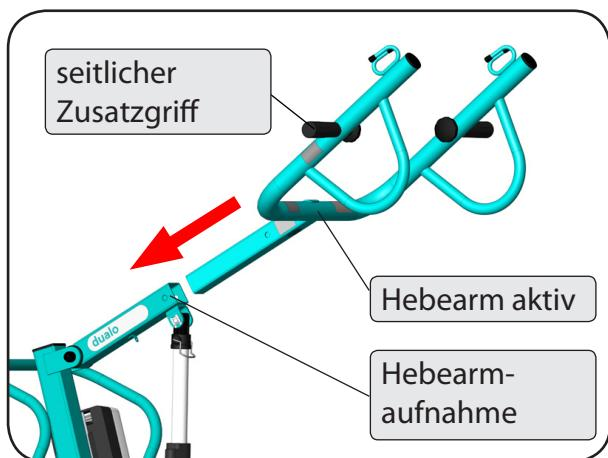

Abbildung 21
9. Stecken Sie den Hebearm aktiv mit dem unbeschichteten Ende bis zum Anschlag in die Hebearmaufnahme ein (Abbildung 21). Die Hebearme des dualo® sind so entwickelt, dass sie nur in der vorgesehenen Stellung in die Hebearmaufnahme passen.